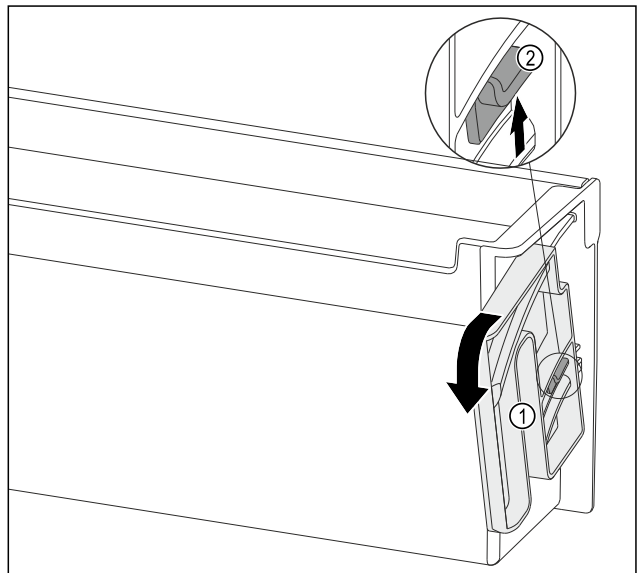

Fig. 123
- Tourner l'unité de rotation Fig. 123 (1) dans le sens indiqué jusqu'en butée.
- Pousser la languette Fig. 123 (2) vers le haut et retirer l'unité de rotation Fig. 123 (1).